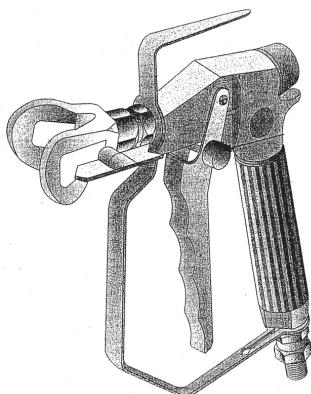

FIGURA 2
- 1 Para colocar el seguro de la pistola (bloquear la apertura del gatillo de la pistola), echar el gatillo de la pistola hacia adelante (posición cerrada) y girar la manecilla (nº1 - figura 2) hasta que haga tope en el cuerpo de la pistola. Verificar que el gatillo ha quedado bloqueado.
- 2 Para desenganchar el seguro de la pistola, echar el gatillo de la pistola hacia delante (posición cerrada) y girar la manecilla (nº1 - figura 2) hasta que haga tope en el propio gatillo.